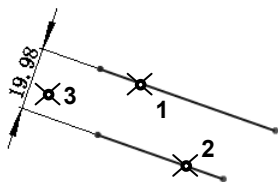

图 4.9.6 平行线距离的标注
Step3. 分别单击位置 1 和位置 2 以选取两条平行线，然后单击位置 3 以放置尺寸，如图 4.9.6 所示。